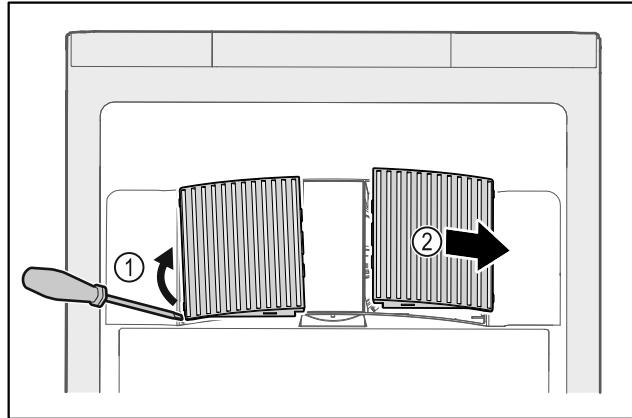

Fig. 234
- Кожух вентилятора обережно підважити зі сторони Fig. 234 (1) і витягнути рулем вперед Fig. 234 (2).